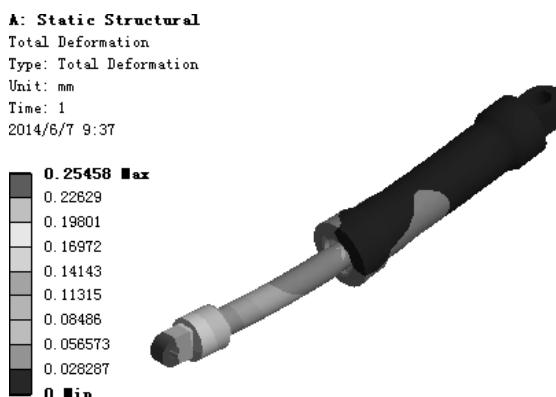

图 7.6.29 位移变形结果图解
(3) 查看位移结果图解。在“Outline”窗口中选中 **Total Deformation**，查看图 7.6.29 所示的位移变形结果，其最大位移为 0.25458 mm。